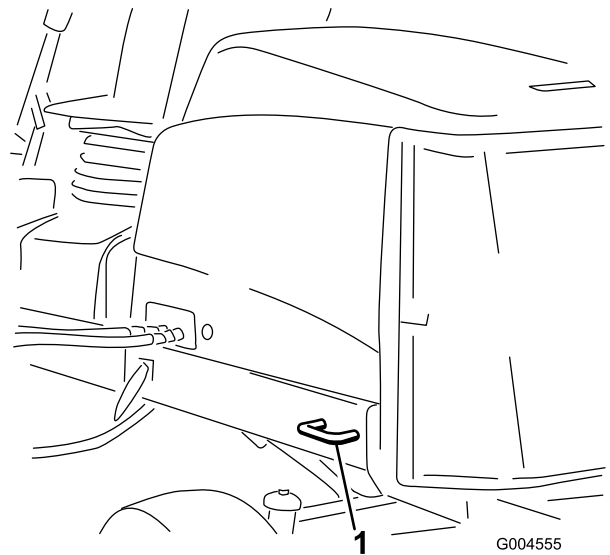

Figura 24
- **Parte trasera de la máquina**—a cada lado de la máquina, en el bastidor trasero (Figura 24).